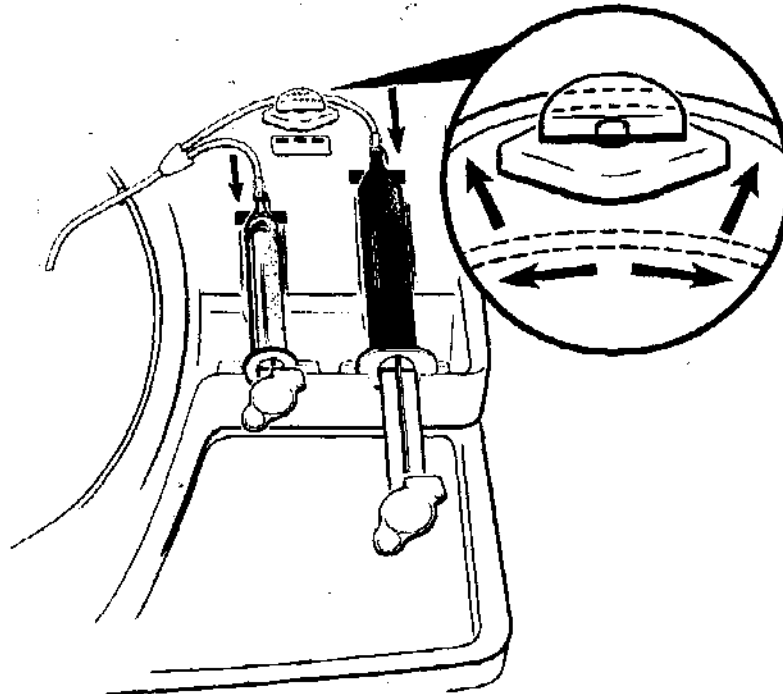

Figura 14. Tense el tubo de la jeringa 2 y deslícelo dentro de la válvula de presión.
25. Tense suavemente el tubo conectado a la jeringa 2 y deslícelo completamente dentro de la válvula de presión (consulte la Figura 14).